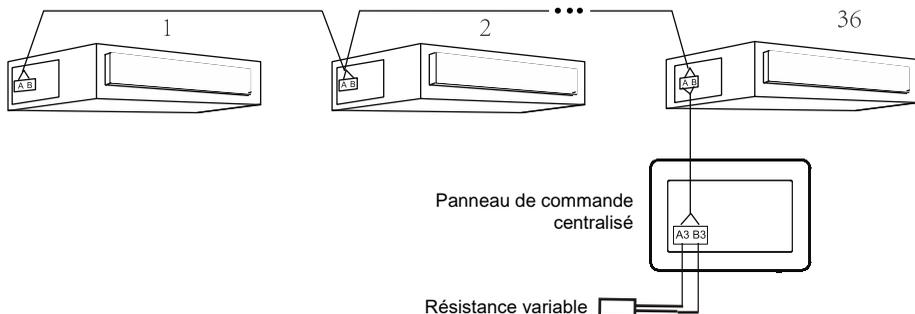

Fig. 3-7 : Panneau de commande centralisé connecté à l'unité UNI SPLIT
- (1) Le panneau de contrôle centralisé peut être utilisé avec les unités de la gamme UNI SPLIT. Un panneau de commande centralisé peut commander jusqu'à 36 unités UNI SPLIT.
- (2) Lorsque le panneau de commande doit être utilisé avec les unités UNI SPLIT, raccordez-le conformément à la figure 3-7. Le panneau de commande centralisé doit être connecté à l'unité terminale du système UNI SPLIT. Connectez les ports A3 et B3 du panneau de commande centralisé au port COM\_BMS de l'unité UNI SPLIT à l'aide du câble de communication. Hormis les câbles de communication, une résistance variable doit être connectée à ces ports A3 et B3. Sur la carte mère de l'unité UNI SPLIT, il y a deux ports COM\_BMS (deux connecteurs sans marquage de polarité), dont un pour raccorder le panneau de commande centralisé et l'autre pour raccorder l'unité UNI SPLIT.